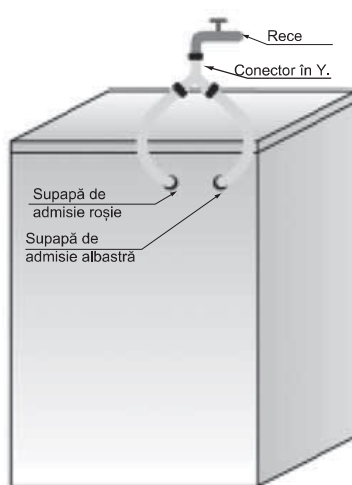

Fig.2
**Dacă doriți să conectați numai alimentarea cu apă rece, urmați instrucțiunile de mai jos (Fig. 2):**